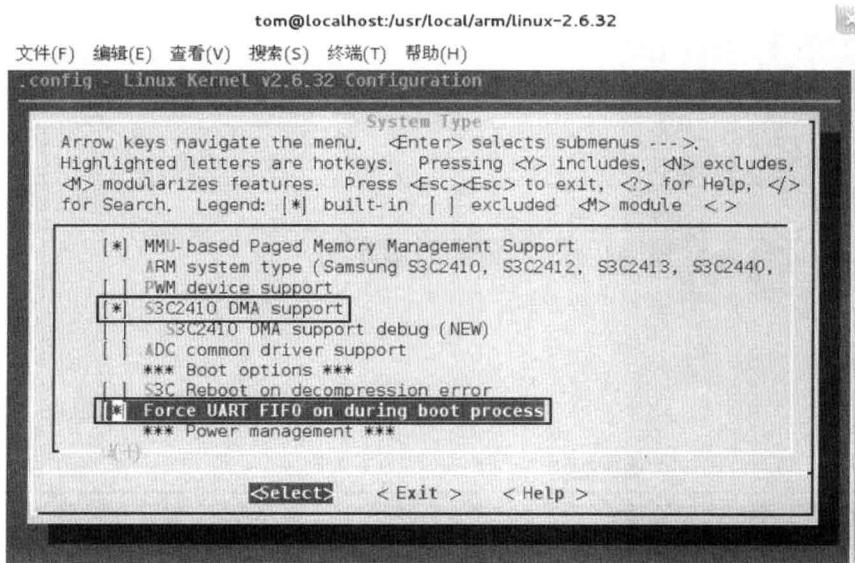

图 4.8 系统类型选项配置
(3) 如果系统没有对磁盘调度方式有特殊的要求, 对 block layer 可以不做任何配置。
(4) 在系统类型中选择 S3C2410 DMA support 和 Force UART FIFO on during boot process。选择 DMA support 选项是为了支持 2440 直接内存访问。选择 UART FIFO 可以支持一般的串口通信协议。如图 4.8 所示为系统类型选项配置。